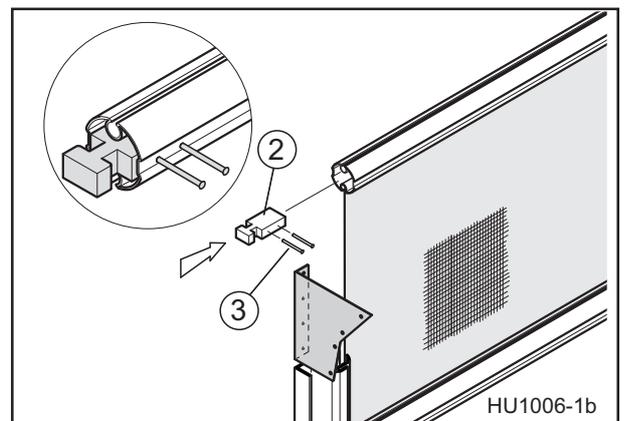

Abb. 11
Einschieben der Sturmsicherungsgleiter (2) an beiden Enden der Stabilisierungsprofile (1). Gemeinsam bohren und mit Nieten (3) fixieren. Bei der Maßfindung so vorgehen, dass die Nuten der Gleiter ca. mittig in das Profil eingreifen (Abb. 11).
Bereiten Sie die Bauteile gemäß Abbildung 11 vor. Beachten Sie die richtige Positionierung der Bauteile gemäß ihrer Kennzeichnung L = links und R = rechts.